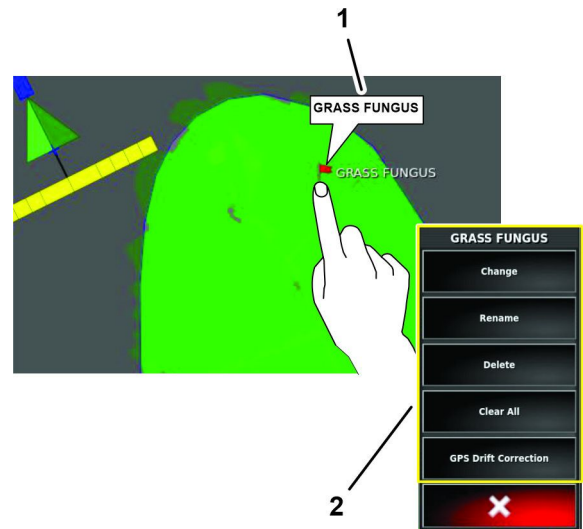

Bild 83
1. Tippen Sie auf den Markierungspunkt auf der Steuerkonsole, bis das Popup-Fenster für den Markierungspunkt angezeigt wird (Bild 83).
Das Menü zur Bearbeitung von Markierungspunkten wird angezeigt (Bild 83).